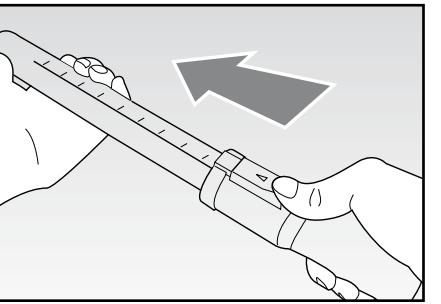

Fig. 4
Inserire il tubo prolunga sull'impugnatura e installare successivamente l'accessorio desiderato. Una volta inserito l'accessorio, è possibile estendere il tubo telescopico agendo sulla relativa leva a scatto (FIG. 4) fino alla lunghezza desiderata. Rilasciare la leva per fermarlo nella posizione desiderata.
- Spingere il dispositivo di scorrimento (I) in avanti ed estrarre la parte inferiore del tubo fino alla lunghezza desiderata (Fig. 4). Nel caso si voglia accorciare procedere in senso opposto.